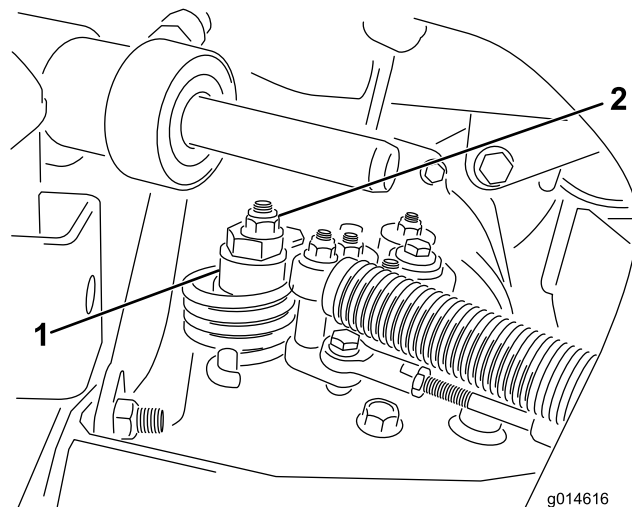

图 43
- A. 松开将偏心螺栓固定到静液压泵顶部的螺母图 43。
- C. 旋转偏心螺栓直到不再出现任何方向的缓慢前移。当轮子停止旋转时旋紧螺母锁定偏心螺栓和调整图 43。将油门移至慢速和快速位置验证调节情况。